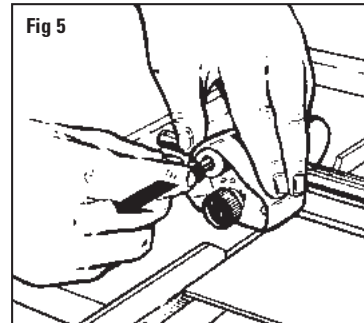

Fig 5
5. **IMPORTANTE:** al termine del taglio, accertarsi di estrarre il perno di bloccaggio per consentire al portalamo di tornare alla posizione neutrale. Fig. 5
En exerçant une pression vers le bas, tirez la tête de découpe vers vous jusqu'à ce que le bord du métal près du point rouge de la plaque repère soit exactement sur la ligne inférieure tracée. Fig. 5
Ziehen Sie den Schneidkopf unter Ausübung von Druck soweit auf sich zu, bis die Metallkante des Anzeigepflichtens, die sich oberhalb des roten Punktes befindet, genau mit der unteren Bleistiftlinie übereinstimmt. Abb. 5